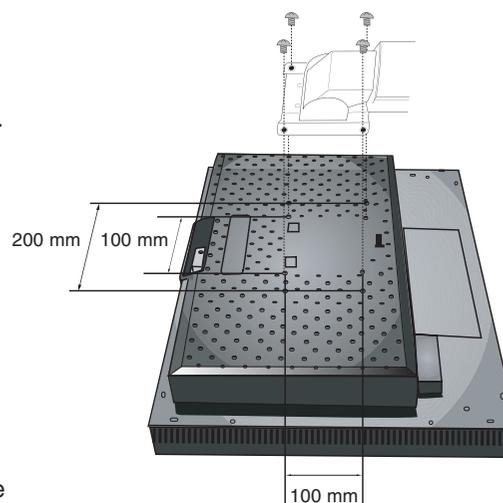

Figura F.1
2. Acople el brazo al monitor con los 4 tornillos que quedaron al retirar el soporte (**figura F.1**).